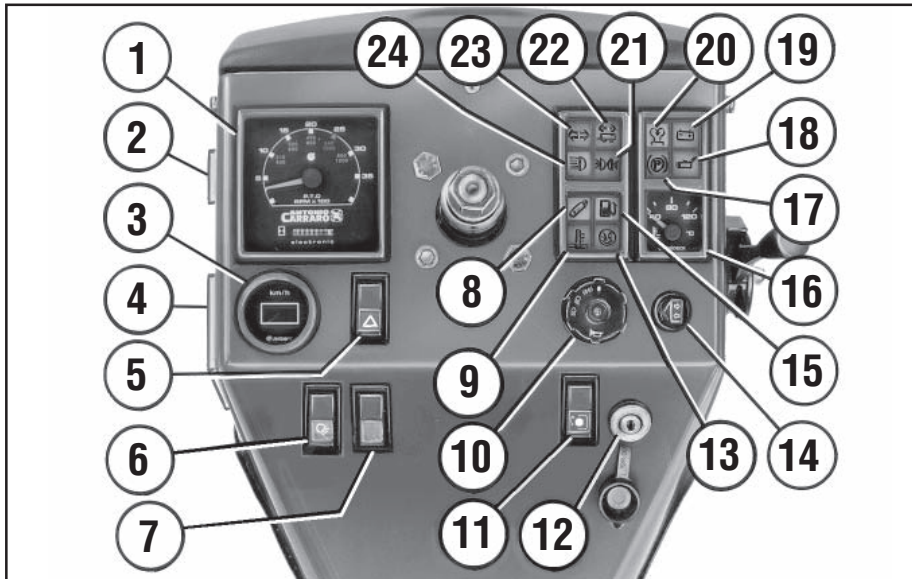

Fig. 24
- Indsæt nøglen i startafbryderen, og drej til position "1". Herefter tændes kun kontrollamperne for „utilstrækkeligt olie-tryk“ (18 fig. 24) og for „start af foropvarmning“ (19 fig. 24).
- Drej nøglen til position "2". Kontrollampen for foropvarmning skal tændes (20 fig. 24).